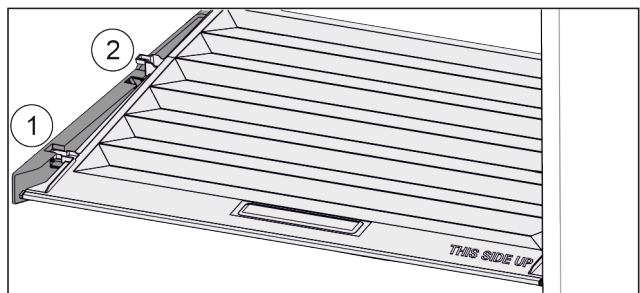

Fig. 103
- ▶ Tirer le couvercle vers l'avant jusque dans l'orifice des pièces de retenue Fig. 103 (1).
- ▶ Le soulever par le bas à l'arrière et le sortir par le haut Fig. 103 (2).